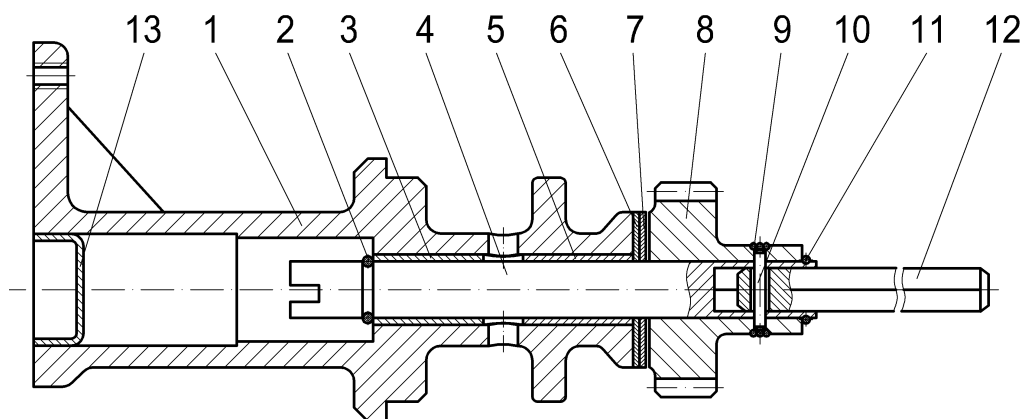

Рис.21. Привод масляного насоса:
**Привод масляного насоса** состоит из корпуса 1 (рис.21), в который запрессованы две втулки 3 и 5 из листовой бронзы. Во втулках вращается валик 4, на нижнем конце которого закреплена штифтом 10 ведомая шестерня 8. Ведущая шестерня находится на распределительном валу.